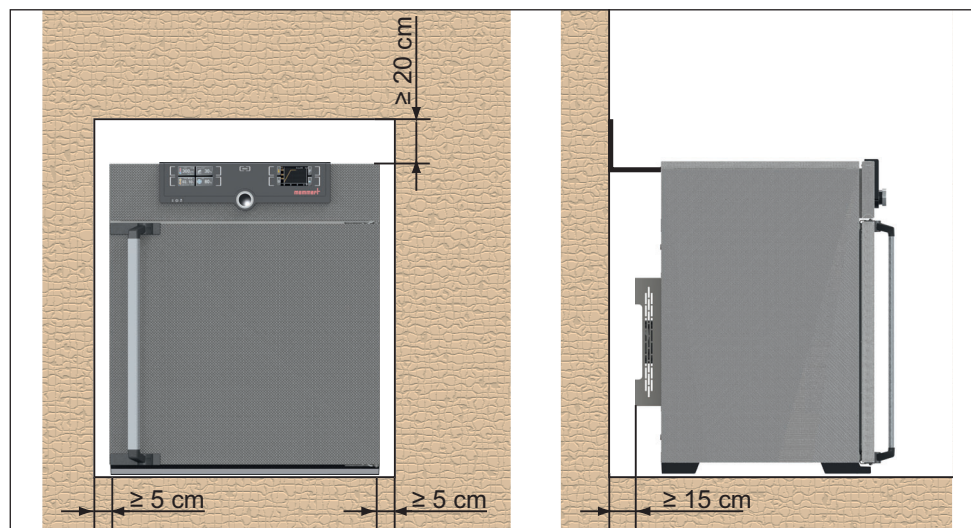

Bild 9 Minimiavstånd till väggar och innertak
Avståndet mellan rummets vägg och enhetens bakre vägg måste uppgå till minimum 15 cm. Avståndet till innertaket får inte underskrida 20 cm och avståndet i sidled till vägg eller närliggande enhet får inte underskrida 5 cm (Bild 9). Som grund måste tillräcklig luftcirkulation säkerställas runt enheten.
2. Böj tippsäkringen ovanifrån vid önskat väggavstånd till 90° (beakta minimiavståndet till vägg, se Bild 9).